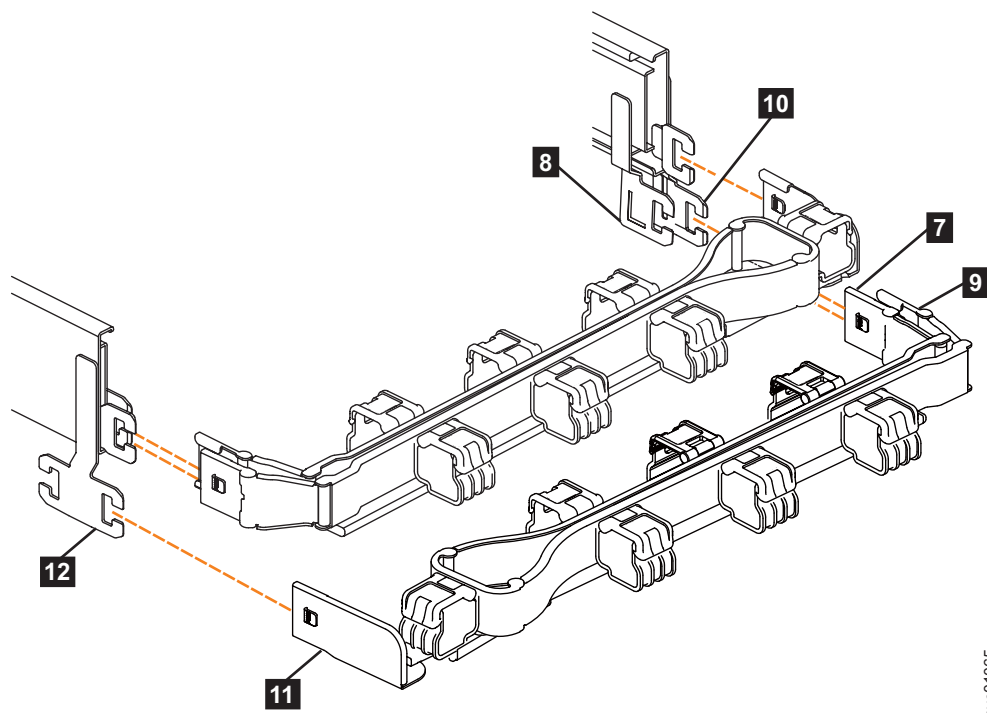

Figura 66. Componentes del conjunto de CMA inferior
Nota: El procedimiento para extraer el conjunto de CMA inferior es igual que el procedimiento para extraer el conjunto de CMA superior. No obstante, las ubicaciones de conector están invertidas. Por ejemplo, la base de conector del CMA superior (**5** en Figura 65) se conecta al riel derecho. La base de conector del CMA inferior (**11** en Figura 66 en la página 75) se conecta al riel izquierdo.
6. Extraiga la base de conector en el conjunto de CMA inferior (**11**) del conector del riel de soporte izquierdo (**12**), como se muestra en la Figura 66.
7. Extraiga el conector interno del conjunto de CMA inferior (**9**) del miembro externo del riel de soporte derecho (**10**), como se muestra en la Figura 66.
8. Extraiga el conector externo del conjunto de CMA inferior (**7**) del miembro interno del riel de soporte derecho (**8**), como se muestra en la Figura 66.